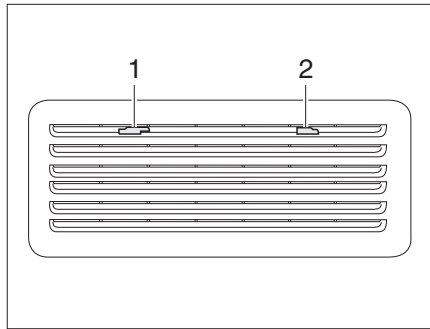
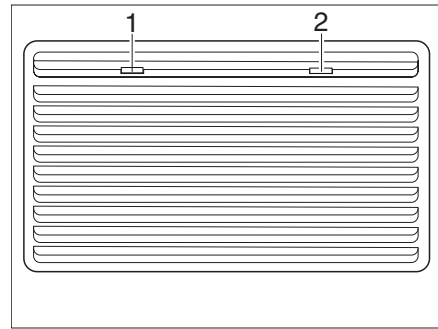

Bild 351 Kühlschranks-Lüftungsgitter (Thetford)
Bild 352 Kühlschranks-Lüftungsgitter (Thetford groß)
- Arretierungen (Bild 351,1 und 2 bzw. Bild 352,1 und 2) zur Mitte schieben.